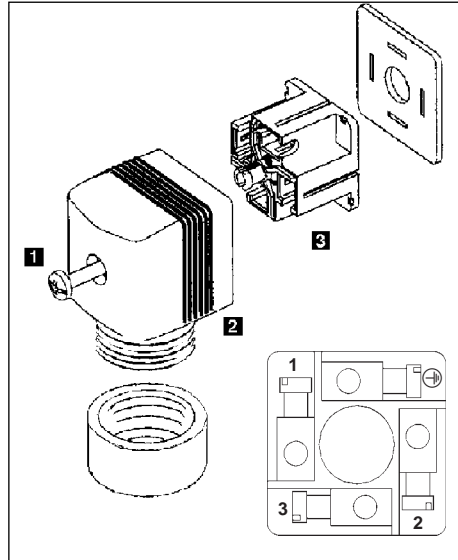

Fig. 3.3 Stecker 2508 Zusammenbau
3. Gemäss Anschlussbelegung (Fig. 3.3) beschalten.